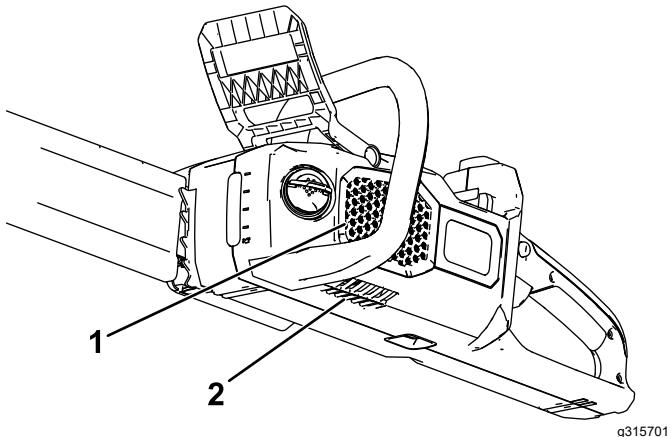

Figure 6
- Assurez-vous que les événements sur la tronçonneuse sont exempts de poussière et de débris (Figure 6).